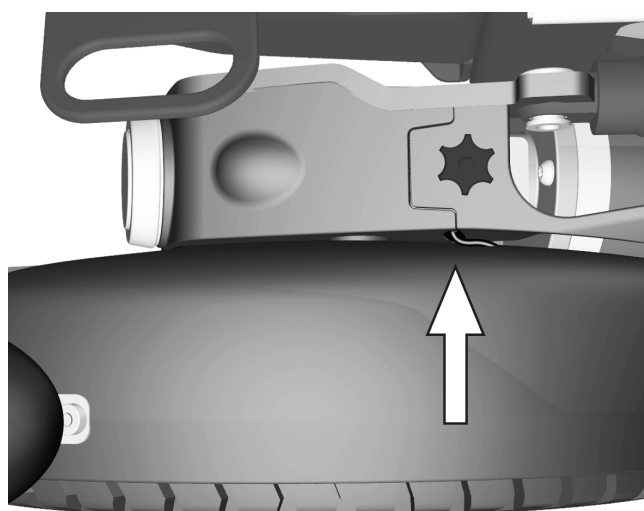

Abbildung 19. Wenn sie angeschlossen sind, drücken Sie die Kabel und die Anschlüsse in die Aussparung, damit sie in der Getriebeabdeckung versteckt sind.
3. Bei Rollstühlen mit Beleuchtung werden die Beleuchtungskabel in der Aussparung oben auf der Getriebeabdeckung angeschlossen. Wenn sie angeschlossen sind, drücken Sie die Kabel und die Anschlüsse in die Aussparung, damit sie in der Getriebeabdeckung versteckt sind. Siehe Abbildung. 19.